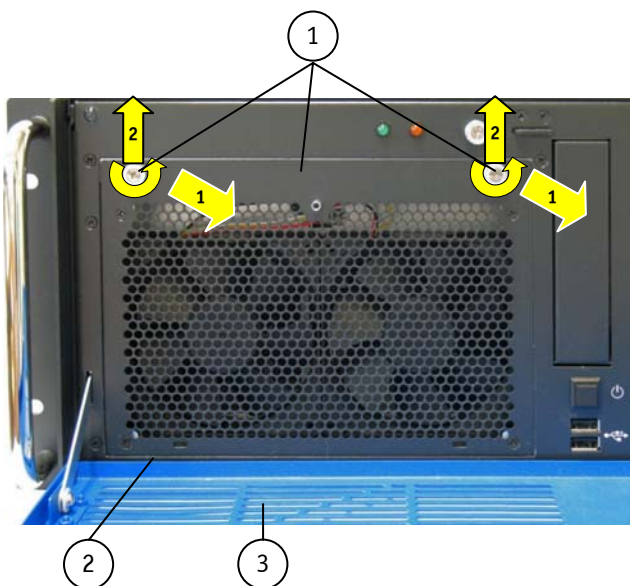
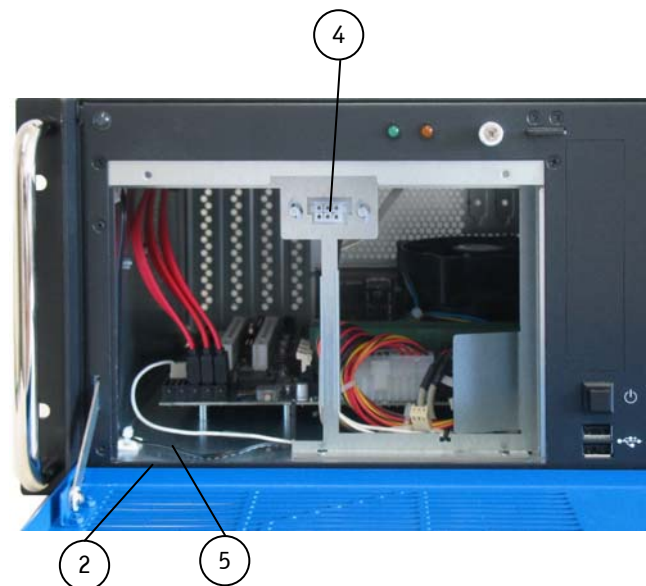
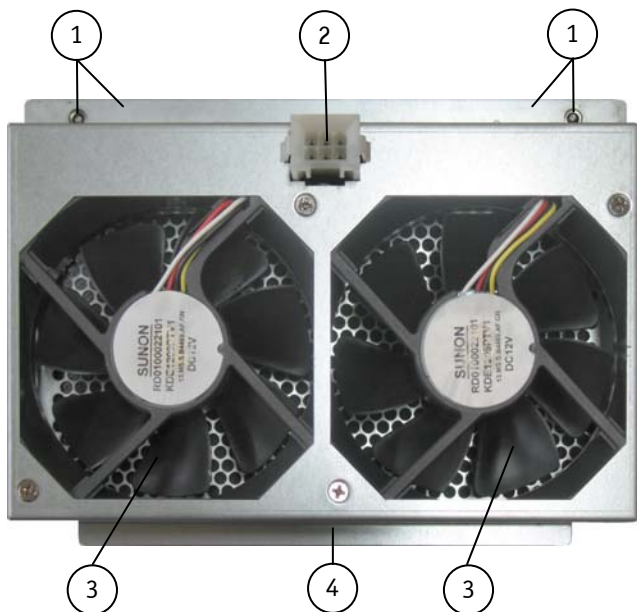
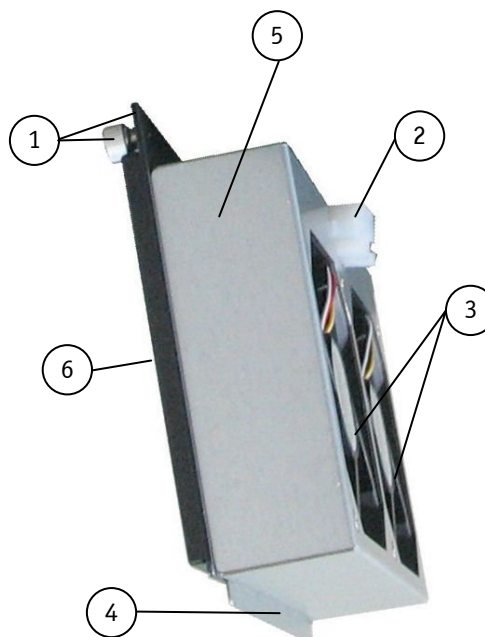

Abb. 40: Detail: Lüftereinschub ohne Filtermattenhalter
Abb. 41: Detail: Lüfterfach (ohne Lüftereinschub)
Abb. 42: Interne Lüftereinschubseite
Abb. 43: Lüftereinschub mit eingesetztem Filtermattenhalter
2. Lösen Sie die zwei Rändelschrauben des Lüftereinschubs (Abb. 40, Pos 1)
3. Ziehen Sie den Lüftereinschub an den Rändelschrauben nach vorne. So trennen Sie den Lüftereinschub von der internen Buchse für Lüftersteuerung (Abb. 41, Pos. 4).
4. Heben Sie in danach nach oben, in Pfeilrichtung (Abb. 40) aus dem Lüfterfach (siehe Abb. 41).
**Legende für Abb. 40 und Abb. 41:**
6. Montieren Sie den beiseite gelegten Filtermattenhalter (mit Filtermatte) an die Frontseite des Lüftereinschubs, wie im Kapitel 10.1 „Reinigen der Filtermatte“ (Schritt 7 und Schritt 8) beschrieben (siehe auch Abb. 43).
7. Führen Sie die Positionier-Lasche (Abb. 42 und Abb. 43, Pos. 4) in das Lüfterfach (Abb. 41, Pos. 5) hinter die Fixierlasche (Abb. 40 und Abb. 41, Pos. 2) ein.
8. Wenn die Positionier-Lasche (Abb. 42 und Abb. 43, Pos. 4) richtig im Lüfterfach eingeführt ist, schieben Sie auch den oberen Teil des Lüftereinschubs in das Lüfterfach bis zum Anschlag des Steckers (Abb. 42, Pos. 2) und der Buchse (Abb. 41, Pos. 4).